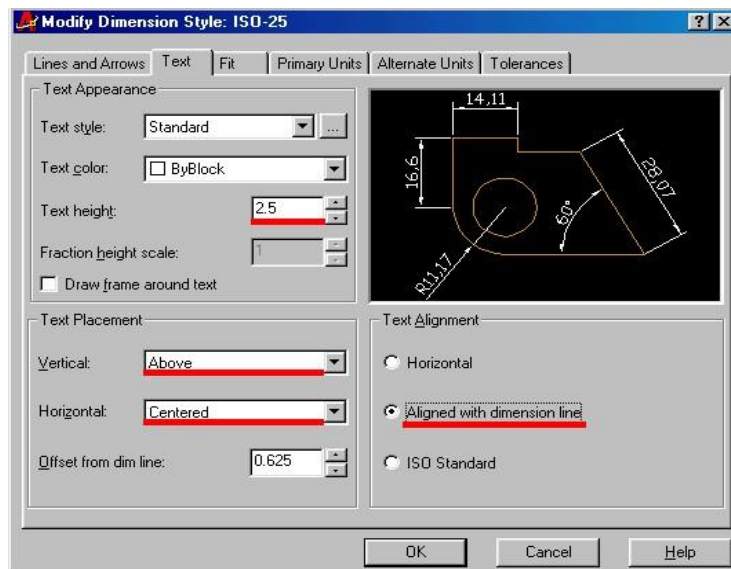

Рисунок 7 – Задання стилю текста розмірів
- у пункті **Text (Текст)** - висоту та стиль текста, а також його розміщення відносно розмірної лінії: **Horizontal - Centered (За центром)**, **Vertical - Above (Над)** (рис. 7).